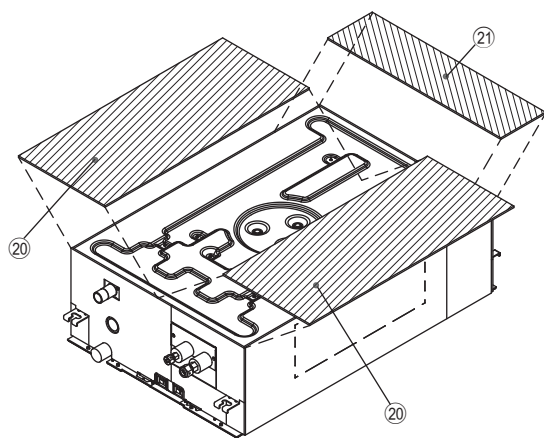
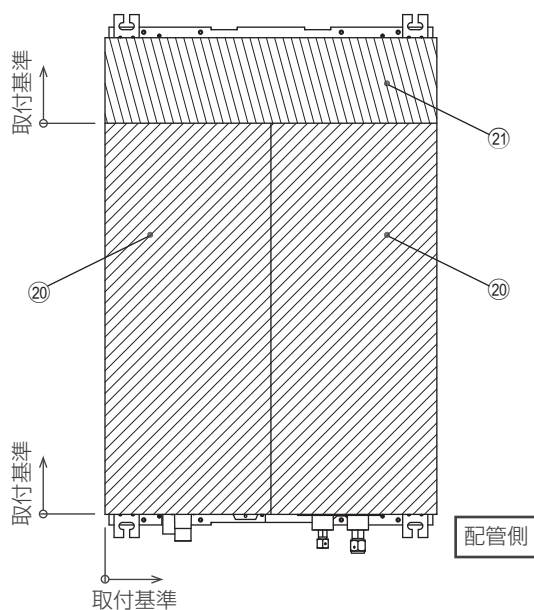

図 23
図 24
1. 室内ユニットの天面に断熱材 ⑳ を取付けます。(図 23、図 24)
2. 断熱材 ⑳ の端面に合わせ、すき間が出来ないように断熱材 ㉑ を取付けます。(図 23、図 24)